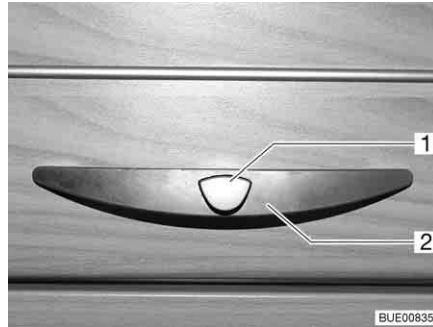

Fig. 38 Abattant de placard avec poignée (exemple)
- Appuyer sur le bouton de déverrouillage (Fig. 38,1) de la poignée (Fig. 38,2) et le maintenir enfoncé.